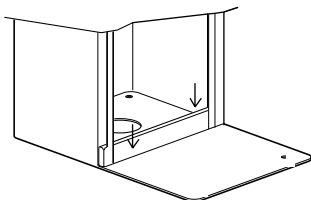

Fig. 3A/ZBR
1. Dopo aver eseguito la predisposizione dei cavi (vedi Pag. 27), fissare al pavimento il corpo macchina con i tasselli o con la piastra di fissaggio ELVOX Art. ZX30 (Fig. 3A/ZBR, 3B/ZBR).
1. After effecting the cable predisposition (see page 27), fix the machine body to the ground with the expansion plugs or with the ELVOX fixing plate type ZX30 (Fig. 3A/ZBR, 3B/ZBR).
1. Après avoir préparé les câbles (voir page 27), fixer au sol le corps avec des chevilles ou la plaque de fixation ELVOX Réf. ZX30 (Fig. 3A/ZBR, 3B/ZBR).
1. Die Kabel verlegen und anschließen (siehe S. 27). Den Maschinenkörper mit Dübeln oder der ELVOX-Befestigungsplatte Art. ZX30 (Abb. 3A/ZBR, 3B/ZBR am Boden befestigen).
1. Tras colocar los cables (véase pág. 27), fijar al pavimento el cuerpo de la máquina con los tacos o la placa de fijación ELVOX art. ZX30 (fig. 3A/ZBR, 3B/ZBR).
1. Após ter instalado os cabos (ver Pag. 28, Fig. 6/EC), fixar ao pavimento o corpo da máquina com as buchas ou com a placa de fixação ELVOX Art. ZX30 (Fig. 3A/ZBR, 3B/ZBR).